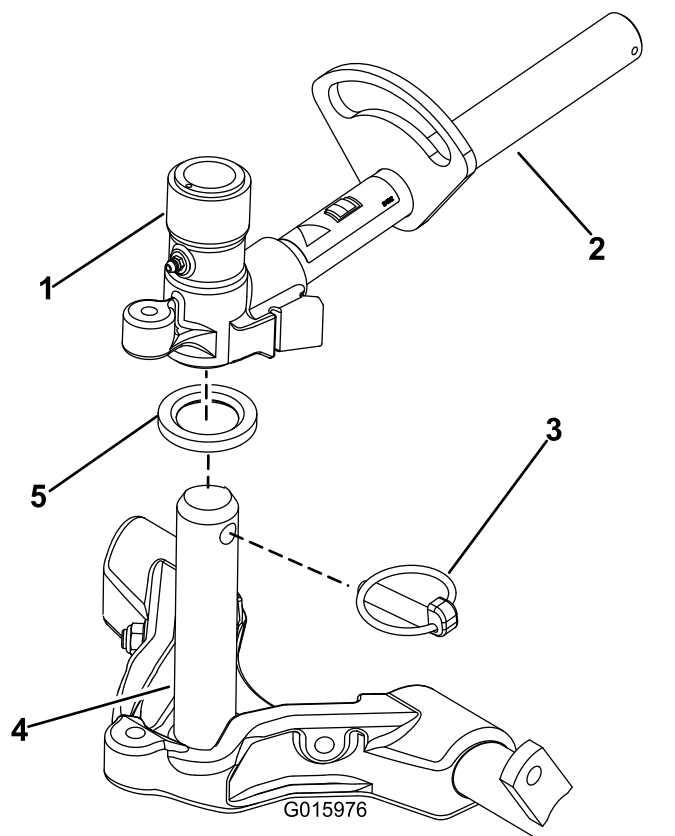

Figura 16
9. Unte el eje del bastidor de tiro con grasa limpia (Figura 16)
10. En el caso de las unidades de corte delanteras, deslice una unidad de corte debajo del brazo de elevación mientras coloca el eje del bastidor de tiro en la horquilla de pivote del brazo de elevación (Figura 16).
11. Sujete el eje del bastidor de tiro a la horquilla del brazo de elevación con el pasador Klik (Figura 16).
- B. Introduzca la horquilla del brazo de elevación en el eje del bastidor de tiro (Figura 16).